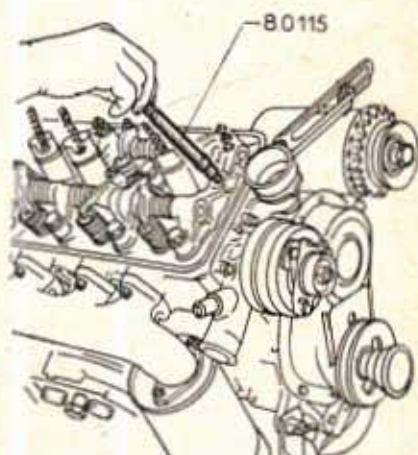

Fig. 2. — Mise en place d'un guide culasse
- Engager dans ces trous les guides-culasse 8.0115 et les visser à fond (fig. 2). Ces guides comportent un embout moleté, pas à gauche, qui doit se dévisser lorsque le corps du guide affleure la partie supérieure du palier de rampe de culbuteurs.